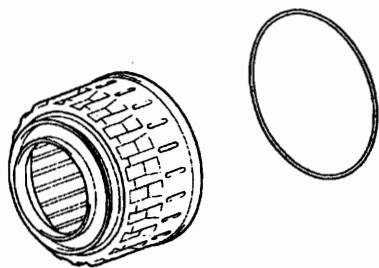

图 12-1-141
②如图 12-1-141 所示, 从倒挡离合器活塞分总成上拆下 O 形圈。
②如图 12-1-141 所示, 将 ATF 涂到新 O 形圈上, 并将其安装到倒挡离合器活塞分总成上, 用双手将倒挡离合器鼓分总成压入倒挡离合器活塞中。注意: 不要损伤 O 形圈。